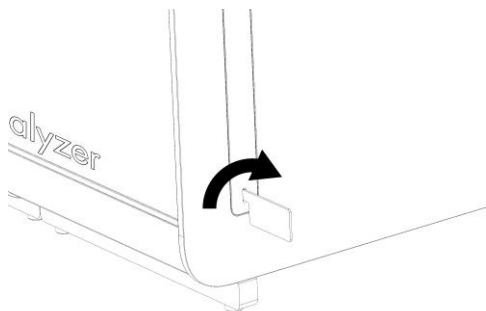

Figura 2. Scoaterea capacelor de protecție.
2. Scoateți capacele de protecție de pe părțile laterale ale modulului analitic, folosind instrumentul de îndepărtare a capacului de protecție, livrat împreună cu QIAstat-Dx Analyzer 1.0 (Figura 2).